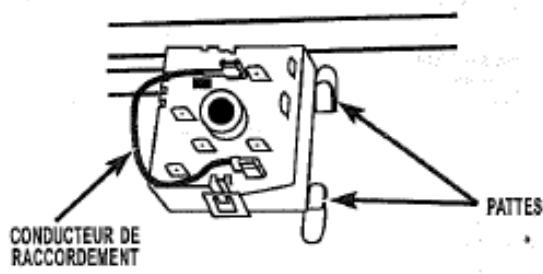

FIGURE 1
If your switch is mounted to the console using a locknut, the console may have two tabs that interfere with switch mounting. Bend the tabs away from the switch until the switch seats flush on the console. Keep tabs snug against switch body to prevent switch from turning. Mount switch to console with locknut. See Figure 1.
4. Use jumper wire included to connect terminals P1 and S1 on the new switch. Use insulated terminal on S1 and connect other end of jumper to P1 terminal toward the center of the switch. See Figure 1.
Si le rhéostat de réglage est monté sur la console à l'aide d'un écrou de blocage, la console peut comporter deux pattes qui entraveraient la montagne du nouveau rhéostat. Déformer les pattes pour les écarter du rhéostat, pour pouvoir placer le corps du rhéostat en affleurement avec la console. Placer les pattes au contact du corps du rhéostat pour l'empêcher de tourner. Fixer le rhéostat sur la console avec l'écrou de blocage. Voir la figure 1.
- Utiliser le conducteur de raccordement inclus pour raccorder les bornes P1 et S1 du nouveau rhéostat. Brancher la cossé isolée sur la broche S1, et connecter l'autre extrémité du conducteur de raccordement sur la broche P1 vers le centre du rhéostat. Voir la figure 1.